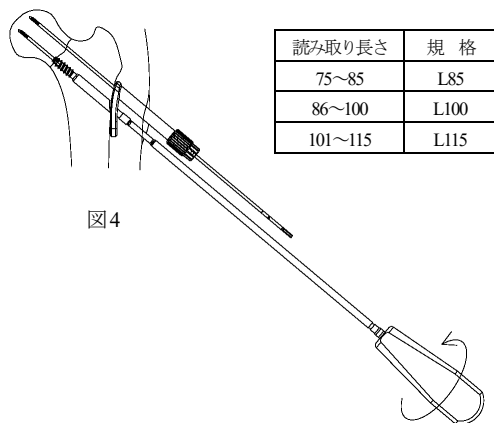

図4
- 4) 手順2) で読み取った長さのインプラントを選択します。3 サイズ兼用のため、それぞれの読み取り長さに合ったインプラントを選択します。ネジ式リーマースリーブを近位ロックホールに接続し、プレート設置位置の確認を行いながら、スクレイドライバーにて適位まで挿入します。(図4)